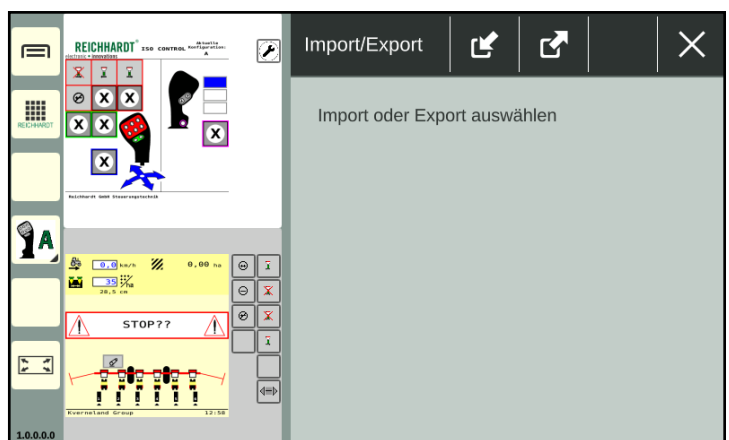

Abb. 56: Anwendung wird im ausgewählten Fenster ausgeführt
3. Die Anwendung wird anschließend im ausgewählten Fenster ausgeführt (siehe Abb. 56).